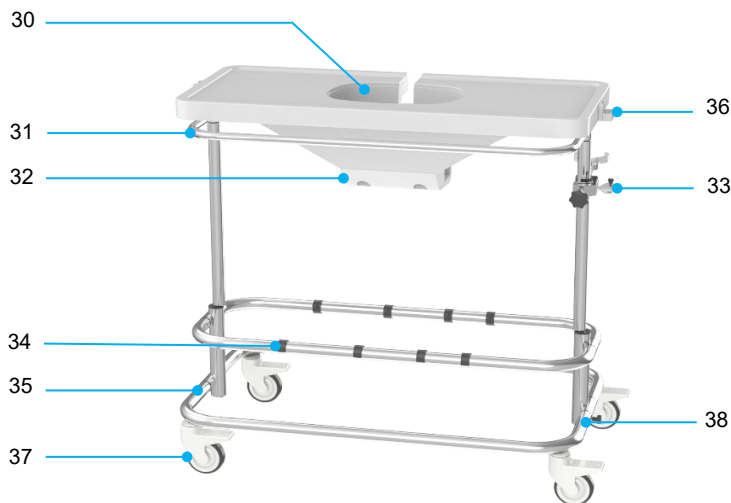

Figure 8 Chariot
L'unité thermique et l'unité de pompe sont montées sur un chariot (voir Figure 8). Le chariot est équipé de roues pivotantes avec freins et d'une barre de poussée pour permettre le transport dans l'hôpital.
- Placez le chariot dans la bonne position et actionnez les freins des roues pivotantes (Figure 8, élément 35).
- Placez le réservoir pour le rein dans la cavité du plateau du Kidney Assist (Figure 8, élément 30).
- Placez le capteur de pression dans les supports sur le côté du plateau (Figure 8, élément 36).
- Placez l'oxygénateur dans le support du chariot (Figure 8, élément 37) en le pressant dans la pince ; voir (Figure 10).